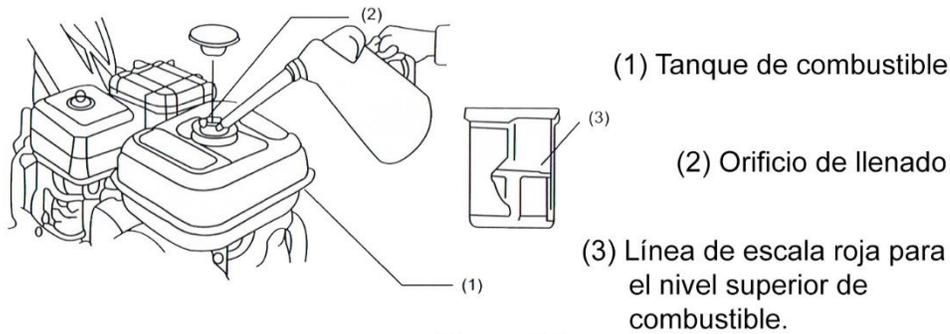

Figura 2-2
2.2 Revise el nivel de combustible (Figura 2-2)